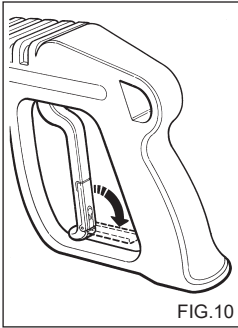

FIG.10
- Quando l'idropultrice non viene utilizzata chiudere il dispositivo di sicurezza dell'impugnatura.(fig. 10)